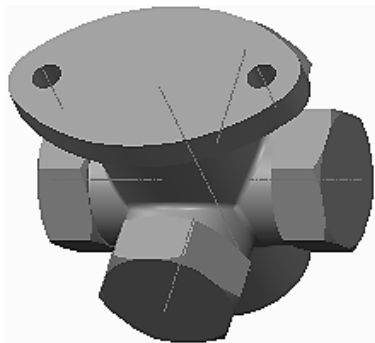

图 6-73 完成管接头阵列特征
(1) 在模型树中同时选中步骤 5 中的四个特征，右击，在弹出的菜单中单击【组】，得到模型树中的特征组为  组LOCAL_GROUP。
(2) 在特征组为选中的状态下，单击【阵列】按钮 ，设置阵列类型为【轴】，单击圆台特征的轴线，指定阵列成员总数为 4，间隔为 90 度，单击  按钮完成阵列特征的创建。如图 6-73 所示。